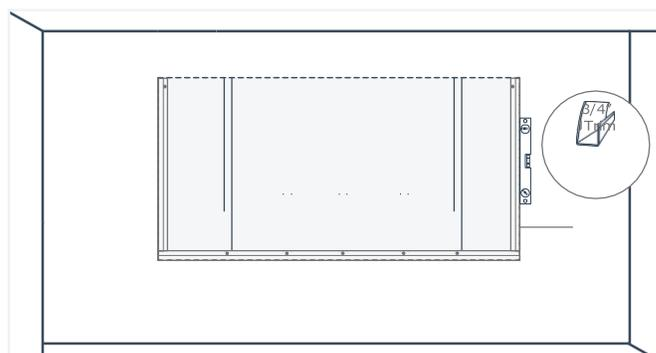

Fig. 29
8. Utilisez un niveau pour vous assurer que la moulure en J verticale est d'aplomb. Puis, fixez le coin supérieur de la moulure en J au montant pour la maintenir en place. Répétez ce processus pour l'autre moulure en J verticale (Fig. 29).